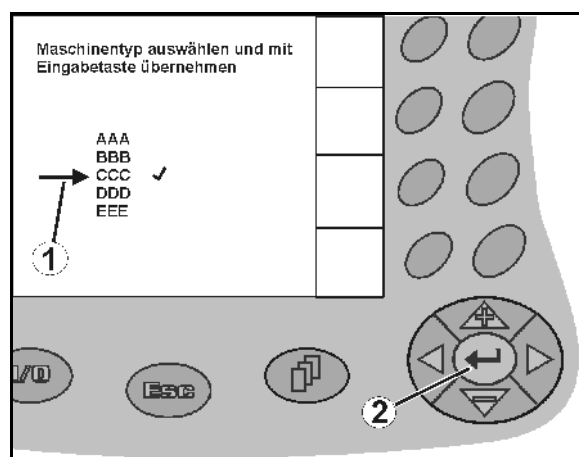

Fig. 13
- Manövrera urvalspilen (Fig. 13/1) med hjälp av  och .
-  Bekräfta valet (Fig. 13/2).